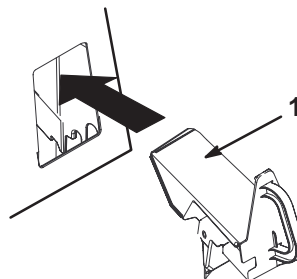

Figure 17
4. Placez l'obturateur Recycler dans l'ouverture, comme illustré à la Figure 17.